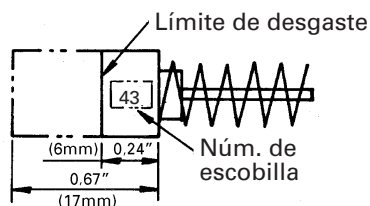

Fig. 17
2. Inspección de las escobillas (Fig. 17)
NOTA: Utilice las escobillas metabo HPT Núm. 43 indicadas en la Fig. 17.